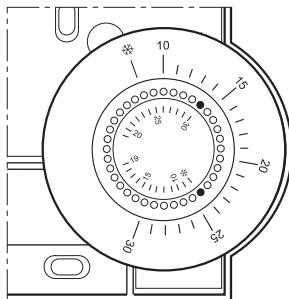

Fig. 16: Limitarea domeniului de reglare
- ▶ Așezați cele două știfturi mici în găurile roții de reglare pentru a limita domeniul de reglare (vezi Fig. 16). Orientați-vă după scara interioară: În Fig. 16, știfturile sunt introduse astfel încât roțea de reglare poate fi folosită în domeniul dintre 19 °C și protecția la înghețare * (limita inferioară) și 19 °C la 30 °C (limita superioară) numai în jurul valorii de 19 °C.